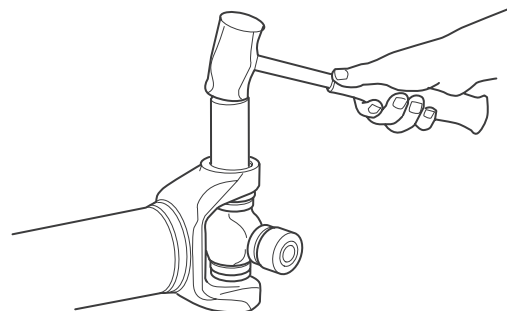

Figura 8.8
2. Si es necesario, use un perno de bronce y golpee suavemente el centro del buje para ayudar en la remoción de aro elástico. Figura 8.8.